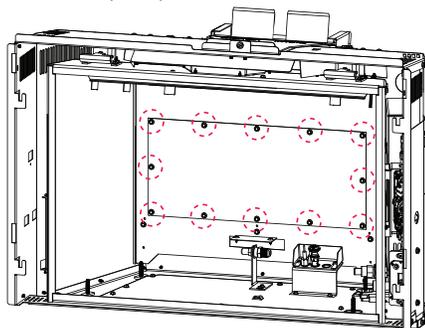

Fig. 7-4
- D. Retirez le premier panneau d'accès de la soufflerie en enlevant les 12 vis (**Fig. 7-4**).